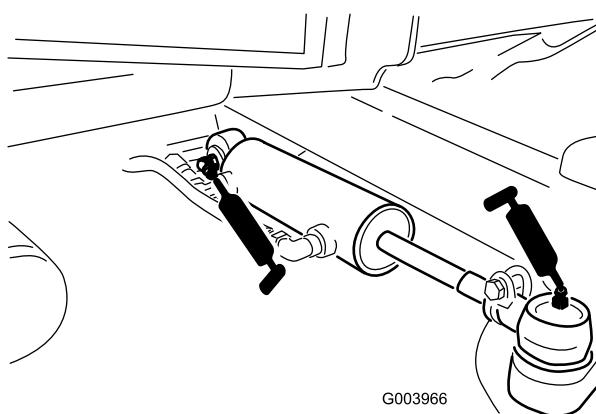

Figura 48
- Articulaciones esféricas del cilindro de dirección (2) (Figura 48)